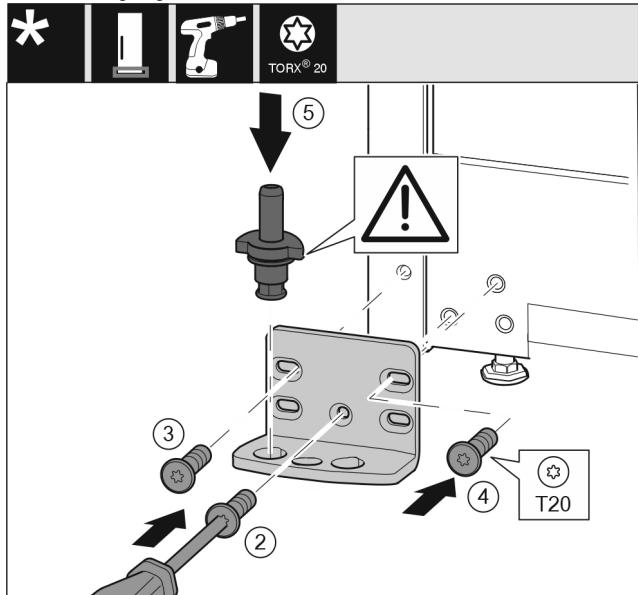

Fig. 19
- ▶ Lagerbock auf der anderen Seite ansetzen und mit Hilfe eines Schraubendrehers anschrauben. Mit der Schraube Fig. 19 (2) unten in der Mitte beginnen.
- ▶ Schraube Fig. 19 (3) und Schraube Fig. 19 (4) fest-schrauben.
- Lagerbolzen Fig. 19 (5) komplett einsetzen. Dabei darauf achten, dass der Rastnocken nach hinten zeigt.